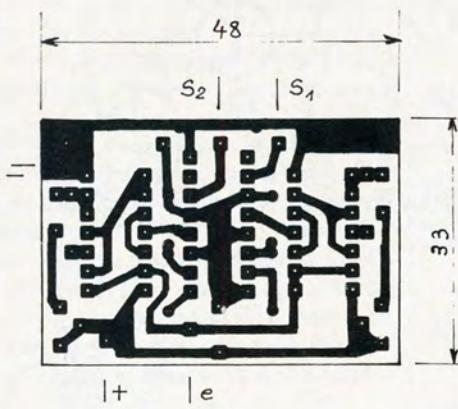

Fig. 12. - C.I. p' boîte à relais.
a) Le CI (voir fig. 12). En époxy simple face de 15/10.